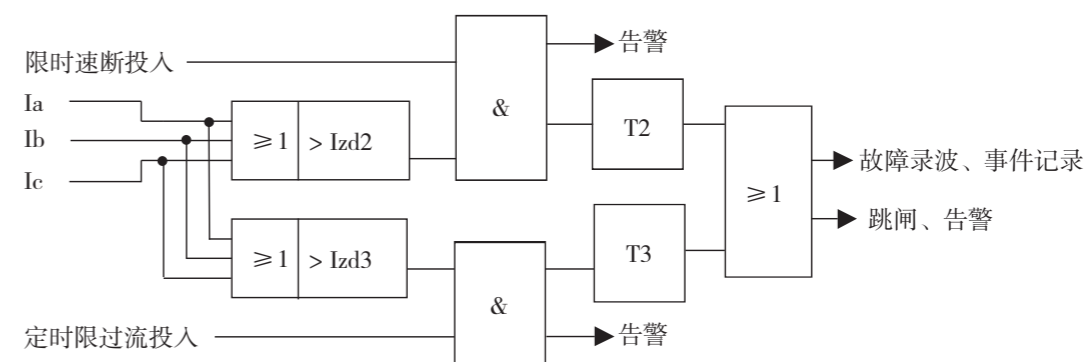

图9-1 限时速断、定时限过流保护逻辑框图
- YZ100-MFZT交流原理图(附图9-1);
附图9-1: YZ100-MFZT交流原理图